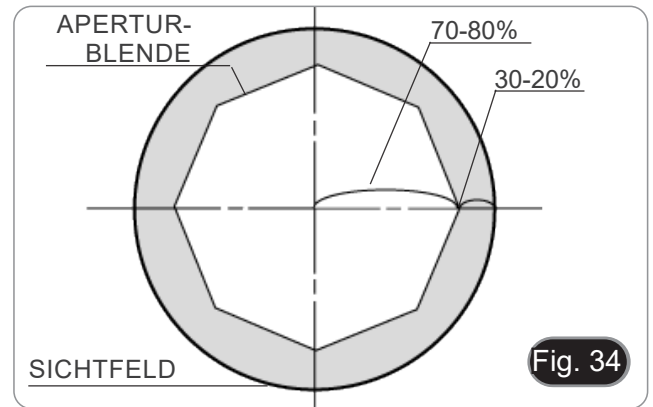

Fig. 34
2. Setzen Sie die Frontlinse des ausschwenkbaren Kondensators ein ①. (Fig. 34)
3. Drehen Sie den Feld-Membranring ② gegen den Uhrzeigersinn, um die Membran vollständig zu schließen.
4. Drehen Sie den Höhenverstellknopf des Kondensators ③, um die Kanten der Membran zu fokussieren.
5. Drehen Sie die beiden Zentrierschrauben ④, um den hellen Punkt in die Mitte des Sichtfeldes zu bringen.
- Stellen Sie bei kontrastarmen Proben den numerischen Aperturwert ⑤ (aufgedruckt auf dem Kondensatorring) auf ca. 70%-80% der N.A. des Objektivs ein. (Fig. 33) Falls erforderlich, entfernen Sie das Okular und stellen Sie den Kondensatorring mit Blick in die leere Hülse ein, um ein Bild wie in Fig. 34 zu erhalten.
- Bei kontrastarmen Proben bewegen Sie den Blendenhebel auf ca. 70%-80% der N.A. des Objektivs. Falls erforderlich, nehmen Sie das Okular ab und verstellen Sie den AS-Hebel mit Blick in die leere Hülse, um ein Bild wie in Fig. 34 zu erhalten.